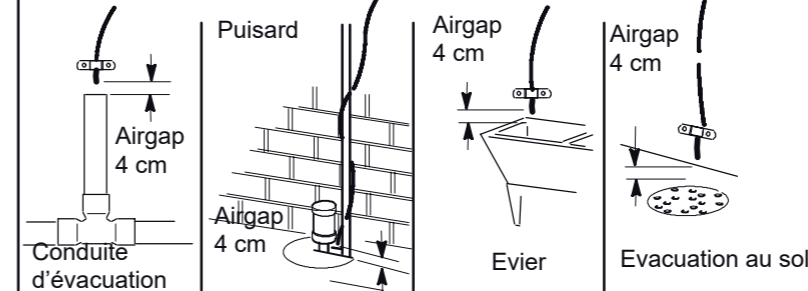

FIG. 9
Dirigez le tuyau d'évacuation vers un point d'évacuation existant. Une évacuation au sol, un évier de buanderie, une conduite d'évacuation etc sont des points d'évacuation convenables. See Fig. 9.
4. Dirigez le tuyau vers le point d'évacuation et sécurisez son installation avec un collier de serrage (non fourni) Cf Fig. 9. Laissez un espace de 4 cm entre l'extrémité du tuyau et l'évacuation. Cf Fig. 9.